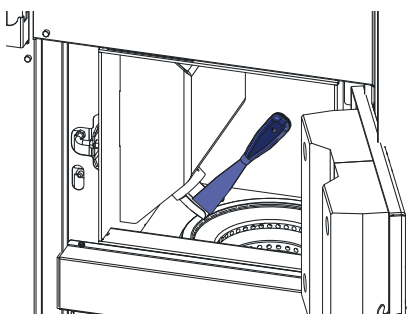

Fig. 40 Pulire il tubo di caduta
- Se necessario, pulire la parte interna del tubo di caduta con un cacciavite – Fig. 40.